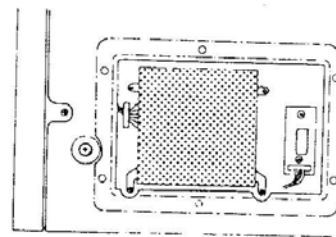

Fig. 3
- 3º- Se puede ver la instalación completa en la Fig. 3.